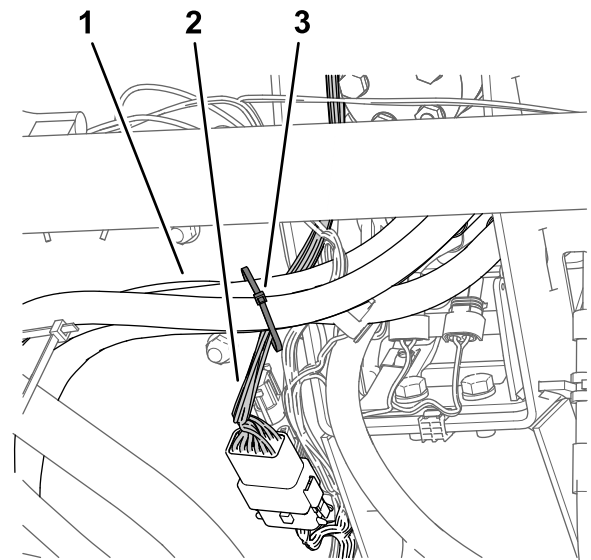

Figura 23
4. Sujete el arnés de cables del kit a las mangueras de la válvula de dirección con una brida (Figura 23).